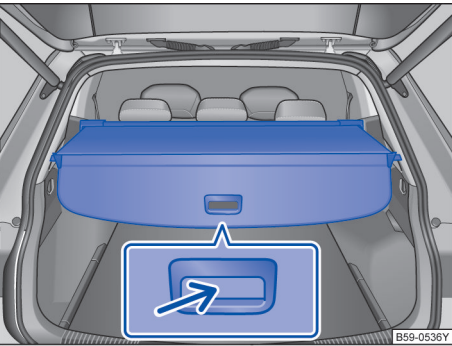

图 171 已关闭的行李厢盖板
- 抓住把手→图 171（小箭头），向后拉动盖板并挂入侧面固定槽中。